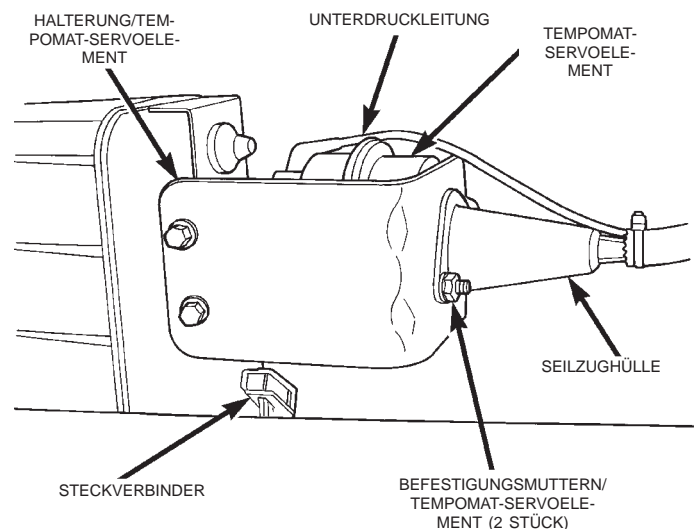
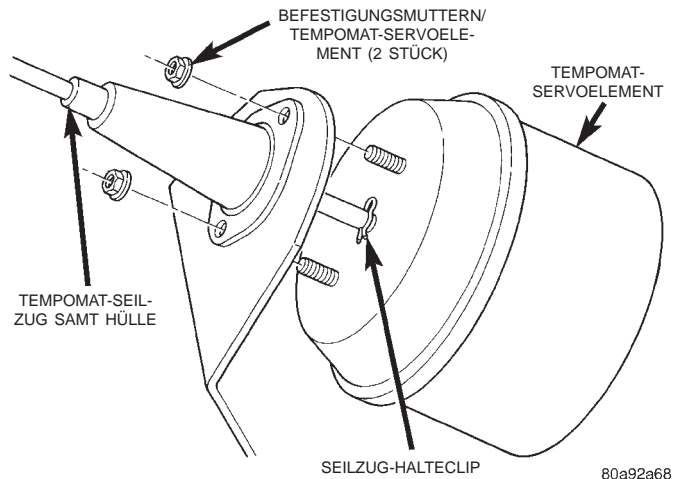

Abb. 2 Lage des Tempomat-Servolements
Abb. 3 Clip des Tempomat-Servolements aus- und einbauen—Typisch
- (1) Batterie-Minuskabel (-) von der Batterie abklemmen.
- (2) Unterdruckleitung vom Tempomat-Servolement abbauen (Abb. 2).
- (3) Steckverbinder vom Tempomat-Servolement abziehen.
- (4) Tempomat-Seilzug wie in diesem Kapitel beschrieben am Drosselklappengehäuse aushängen.
- (5) Die beiden Muttern lösen, mit denen die Seilzughülle an der Halterung befestigt ist (Abb. 2) oder (Abb. 3).
- (6) Tempomat-Seilzughülle und -Servolement von der Halterung wegziehen, so daß der Clip des Seilzugs freiliegt, und den Clip lösen (Abb. 3). Hinweis: (Abb. 3) zeigt eine typische Halterung, die jedoch nicht auf alle Modelle zutrifft.